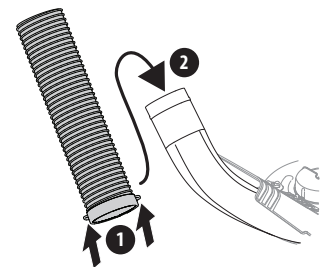

Figura 21
- Deslice la manguera sobre el maletero montado en la plataforma de corte, como se muestra en la Figura 21.